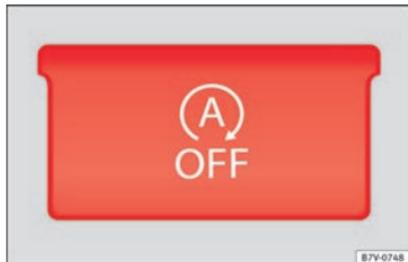

Fig. 206 Détail de la console centrale : touche pour le fonctionnement Start-Stop.
- Appuyez sur la touche  de la console centrale » **fig. 206.**